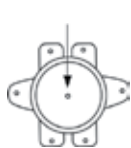

Рис. 12
- для горизонтальных водонагревателей серии FSM2/FSQ2: нажать до щелчка кнопку, расположенную по центру термовыключателя, который находится рядом с ТЭНом (имеет круглую форму), рис.12;